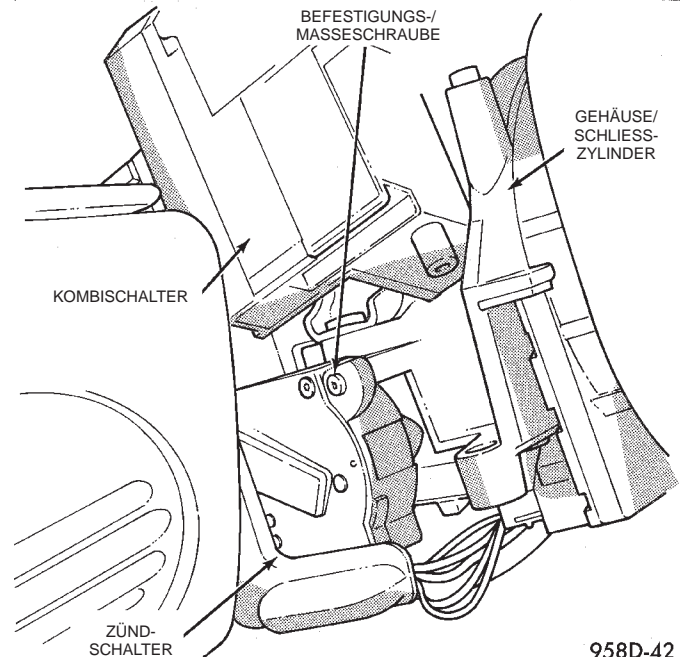
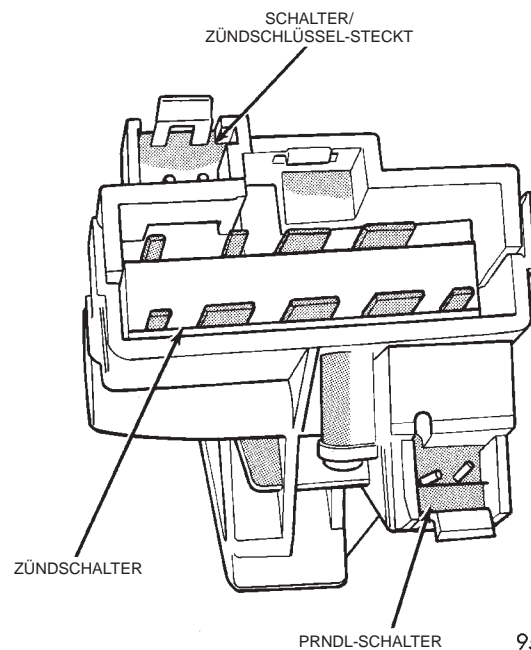
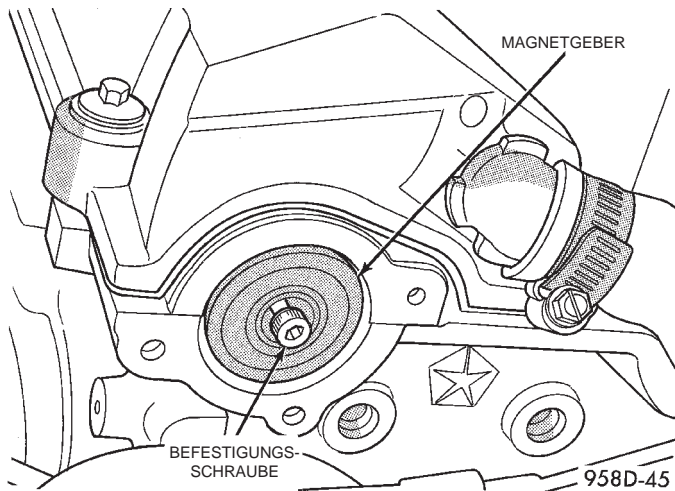

Abb. 63 Zündschalter
Abb. 64 Steckverbinder des Zündschalters
Abb. 65 Zündschalter einbauen
(13) Steckverbinder vom Zündschalter abziehen (Abb. 63) und (Abb. 64).
(14) Befestigungsschraube des Zündschalters (Abb. 63) mit einem Torx®-Einsatz (Größe 10) lösen.
(2) Zündschalter vorsichtig ansetzen. Der Schalter muß über den Sperrlaschen einrasten (Abb. 65). Befestigungsschraube eindrehen (Abb. 63).
(3) Steckverbinder am Zündschalter anschließen.
(4) Die obere und untere Lenksäulenverkleidung anbauen.
(5) Schließzylinder anbauen (die Sperrlasche des Schließzylinders kann nur in Stellung "RUN" (Ein) niedergedrückt werden).
(6) Batterie-Minuskabel anschließen.